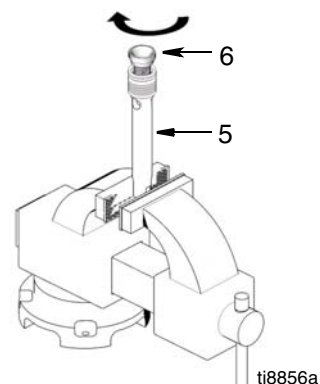

FIG. 11
6. (Fig. 11) Instale a válvula de êmbolo (6) na haste do pistão (5). Aperte a  $74,57 \pm 4 \text{ N}\cdot\text{m}$  ( $55 \pm 3 \text{ lbs-pés}$ ).